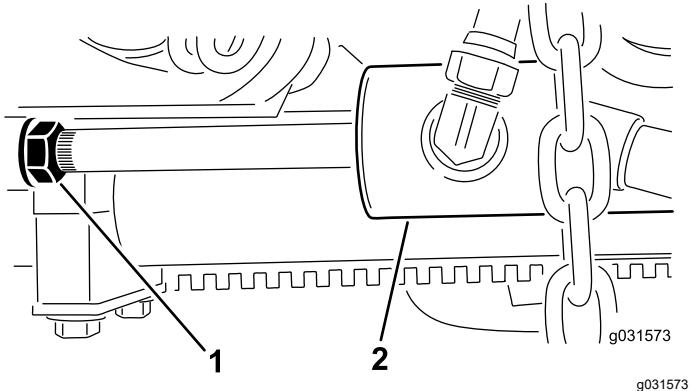

Figure 14
- Desserrez l'écrou de blocage sur le vérin (Figure 14).